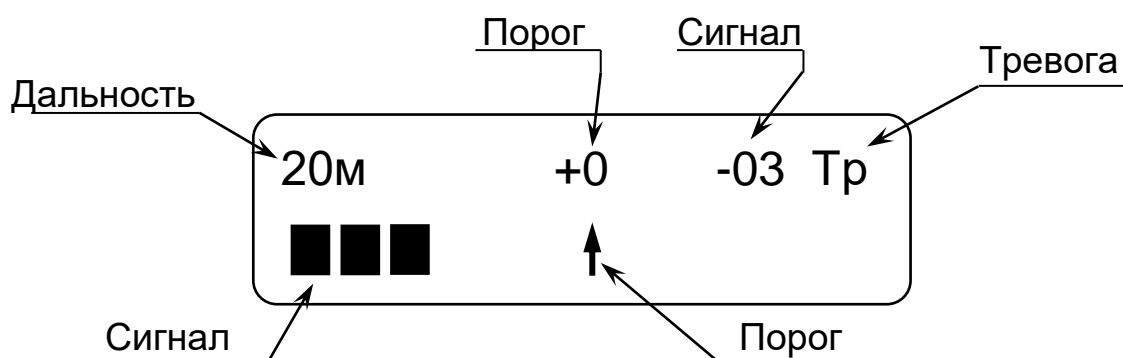

Рисунок 14 – Окно индикации параметров извещателей
режим отображения остальных параметров (см. рисунок 14). Если напряжение питания ниже 10,2 В (пониженное) ПК вместо представленных на рисунке 14 параметров индицирует значение напряжения питания в виде мигающих символов.
*Индикация помехи:* значок «!!» на месте значка «Тр», см. рисунок 14) дублирует световую индикацию в КР извещателя.
*Индикация неисправности* (при включенном контроле неисправности СВЧ – значок «Ав» на месте значка «Тр», см. рисунок 14) дублирует извещение, сформированное извещателем. При включенном зуммере ПК звучит звуковой сигнал.
Индикация уровня сигнала осуществляется в виде числового значения в децибелах относительно порога (от -15 до 15). Сигнал формируется при движении объектов в охраняемой зоне или под воздействием на извещатель внешних помех. Данный сигнал совпадает с сигналом, индицируемым в режиме индикации (см. рисунок 14). Индицируется максимальный уровень сигнала по всем включенным элементам ЗО.
*Индикация неисправности* (при включенном контроле неисправности СВЧ – значок «Ав» на месте значка «Тр», см. рисунок 14) дублирует извещение сформированное извещателем.